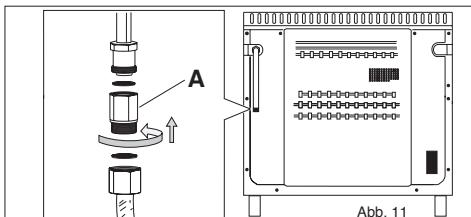

Abb. 11
2) mit einer flexiblen Edelstahlleitung mit einem mechanischen Anschluss gemäß den geltenden Vorschriften (siehe Abb. 11).
**WARNUNG:** schließen Sie das Gas an die Gasversorgung des Backofens mit dem mitgelieferten Anschluss (A) an (siehe Abbildung 11)